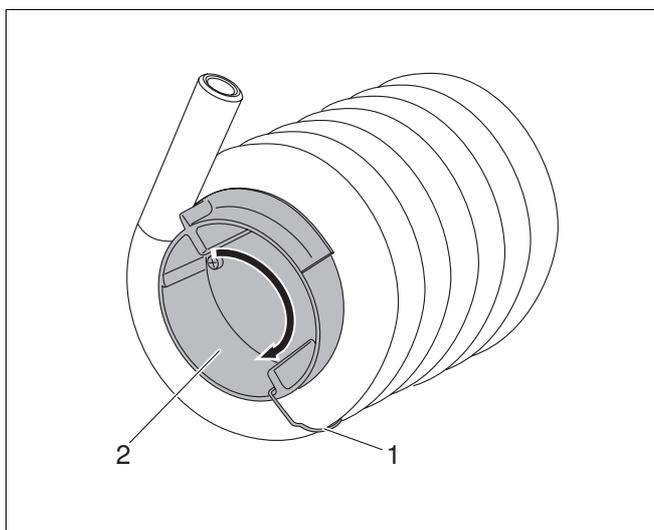

Abb. 46 Umlenktopf ausbauen
- Umlenktopf (Abb. 46, Pos. 2) für Verbrennungsabgase an der Unterseite des Wärmetauschers ausbauen, dazu Sicherungsstift (Abb. 46, Pos. 1) entfernen und Umlenktopf herausschrauben.